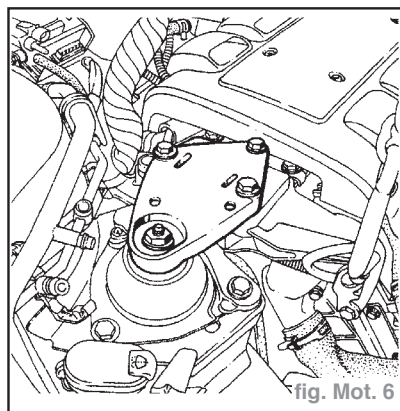

fig. Mot. 6
- Déposer la coiffe de suspension pendulaire droite (fig. Mot. 6).